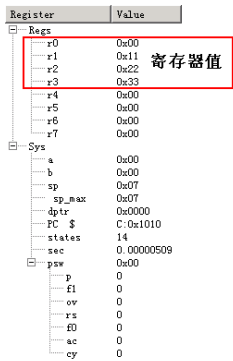

图 21-35 寄存器的仿真结果
(3) 选择 “Debug” → “Start/Stop Debug Session” 命令，进入程序仿真调试环境。此时在集成开发环境的左侧便可以看到寄存器的仿真界面。
(4) 选择 “Peripherals” → “I/O-Ports” → “Port 0” 命令，打开并行 I/O 端口 P0 的仿真界面。以同样的步骤，打开并行 I/O 端口 P1、P2 和 P3 的仿真界面。
(5) 按 F10 键，开始单步执行程序。当执行到为通用寄存器赋值的指令时，可以看到寄存器仿真界面上对应的寄存器值改变，如图 21-35 所示。